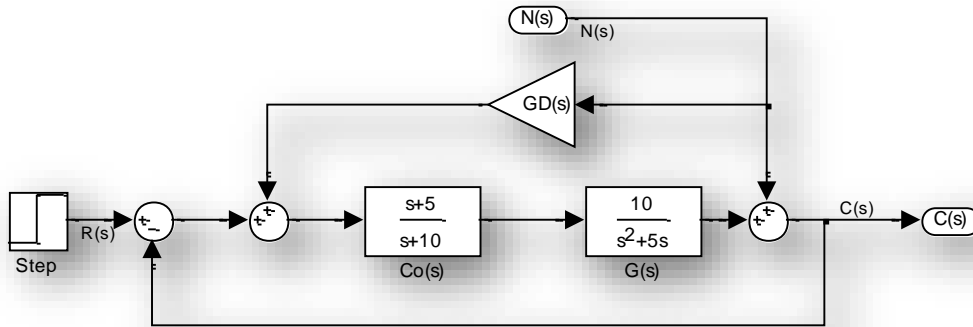

Figura 1
18) En la Figura 1 se muestra el diagrama de bloques de un sistema de control de una antena de campo de colectores solares, donde la señal $R(s)$ representa a la entrada del sistema, $Y(s)$ representa a la salida del sistema, y $N(s)$ denota las perturbaciones que actúan sobre las salidas.